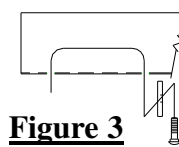

Figure 3
2. Faire passer les boulons de carrosserie et les blocs-espaceurs 1/4 x 1 x 3 vers le haut à travers les grandes fentes dans chaque longeron, puis vers le bas dans les trous de fixation, comme illustré ci-dessus. Voir la **figure 3**.